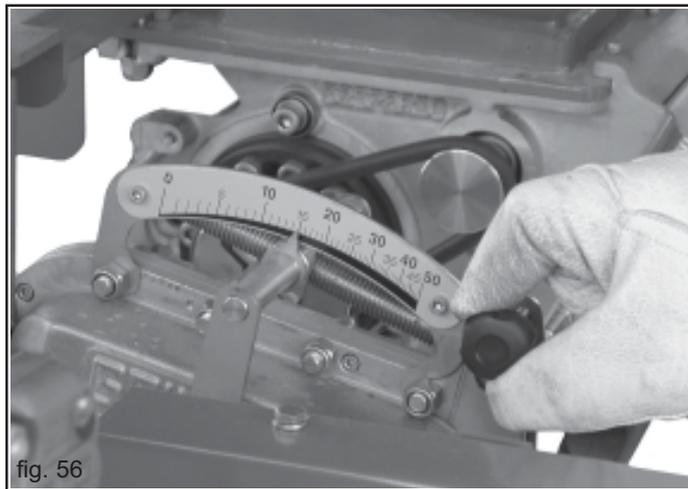

fig. 56
- Loosen Sie die Feststellschraube an der Getriebeverstellung und (Abb. 56) ...